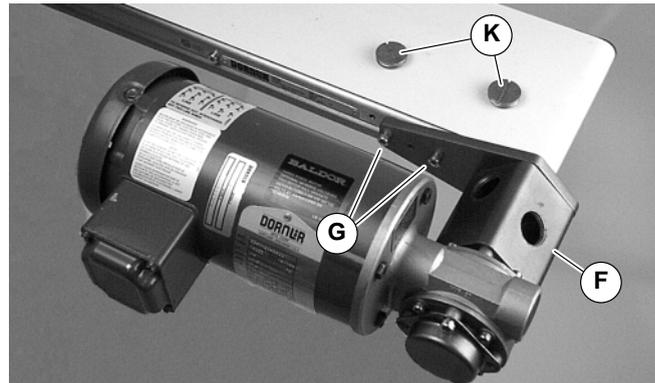

Abbildung 10
4b. Inspektionsstopfen entfernen (K siehe Abbildung 10).
- 7b. Inspektionsstopfen wieder einsetzen. (K siehe Abbildung 10).
1. Inspektionsstopfen entfernen (K siehe Abbildung 10).
3. Die zwei (2) Schrauben (G in Abbildung 10) entfernen. Die Antriebseinheit ausbauen (F).